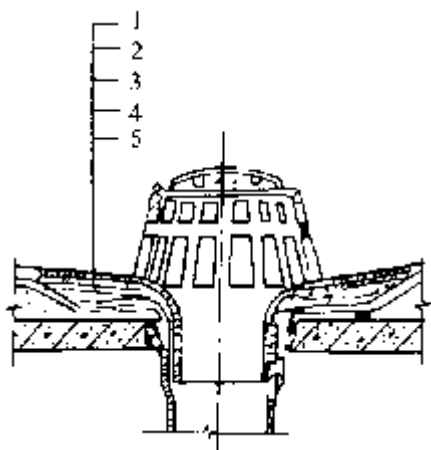
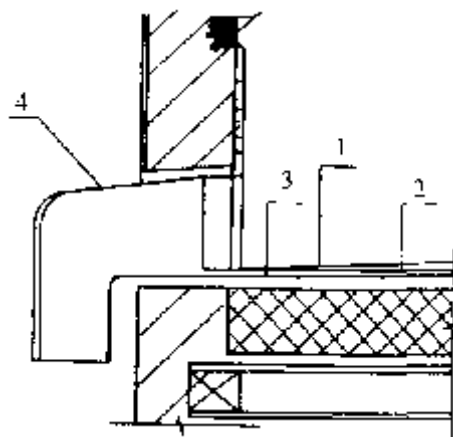

图 7-9 水落口
图 7-10 横式水落口
(1) 现浇天沟的直式水落口杯，要先安装在模板上，方可浇筑混凝土，沿杯边捣固密实。预制天沟，水落口杯安装好后要托好杯管周的底模板。用配合比为 1: 2: 2 的水泥、砂、细石子混凝土灌筑捣实，沿杯壁与天沟结合处上面留 20mm×20mm 的凹槽并嵌填密封材料，水落口杯顶面不应高于天沟找平层。见图 7-9。
(2) 水落口的附加卷材粘贴方法：裁一条宽大于或等于 250mm，长为水落口内径加 100mm 的卷材卷成圆筒，伸入水落口内 100mm 粘贴牢固，露出水落口外的卷材剪成 30mm 宽的小条外翻，粘贴在水落口外周围的平面上，再剪一块直径比水落口杯内径大 200mm 的卷材，居中按水落口杯内径剪成米字形，涂胶贴牢，将米字条向口内下插贴牢，然后再铺贴大面防水层。
(3) 横式穿墙水落口做法：用 1: 3 水泥砂浆或细石混凝土，嵌好水落口与墙体之间的空隙，沿水落口周围留 20mm×20mm 的槽，嵌填密封膏，水落口底边不得高于基层，底面和侧面加贴附加层防水卷材，铺贴方法同上。见图 7-10。